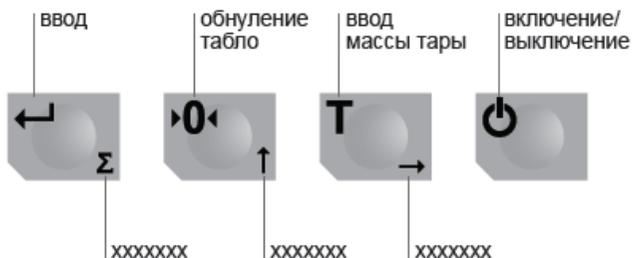

Рисунок 2 - Обозначение кнопок клавиатуры
3.1.2 Обозначение кнопок клавиатуры (рисунок 2):